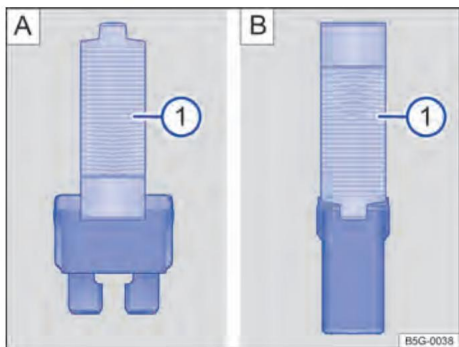

Figure. 149 Retirez ou insérez le fusible à l'aide de la pince en plastique : : fusible plat, : fusible bloquant.
- Si nécessaire, retirez les pincettes en plastique → Fig. 149 1 du couvercle de la boîte à fusibles.
- Selon la version du fusible, placer les mâchoires appropriées de la pince en plastique → Fig. 149 1 ou fig. 149 1 de côté sur le fusible.